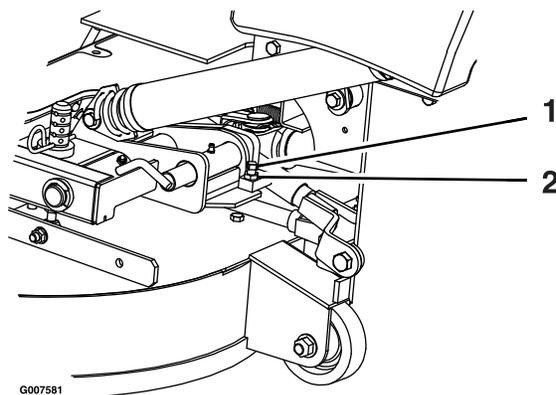

Рисунок 82
2. Ослабьте контргайку и затем поверните стопорный винт по часовой стрелке до плотной затяжки стопорного штифта, чтобы его нельзя было повернуть от руки (Рисунок 82).